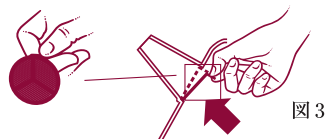

図3
- フィルターをはめてください。：上部のタブをケトルの内側に向け、まず下端をはめてからフィルターが所定の位置にかちっとはまるまで注ぎ口に向けて押してください（図3）。